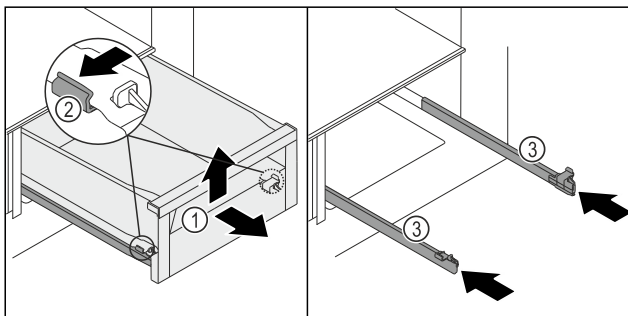

Fig. 210
- Estrarre il cassetto Fig. 210 (1) fino a battuta.
- Premere contemporaneamente e leggermente verso l'esterno il morsetto Fig. 210 (2) a sinistra e quello a destra sulle guide.
- Il cassetto Fig. 210 (1) si stacca dalle guide.
- Sollevare il cassetto Fig. 210 (1) anteriore.
- Estrarre il cassetto Fig. 210 (1) in avanti.
- Inserire le guide Fig. 210 (3).